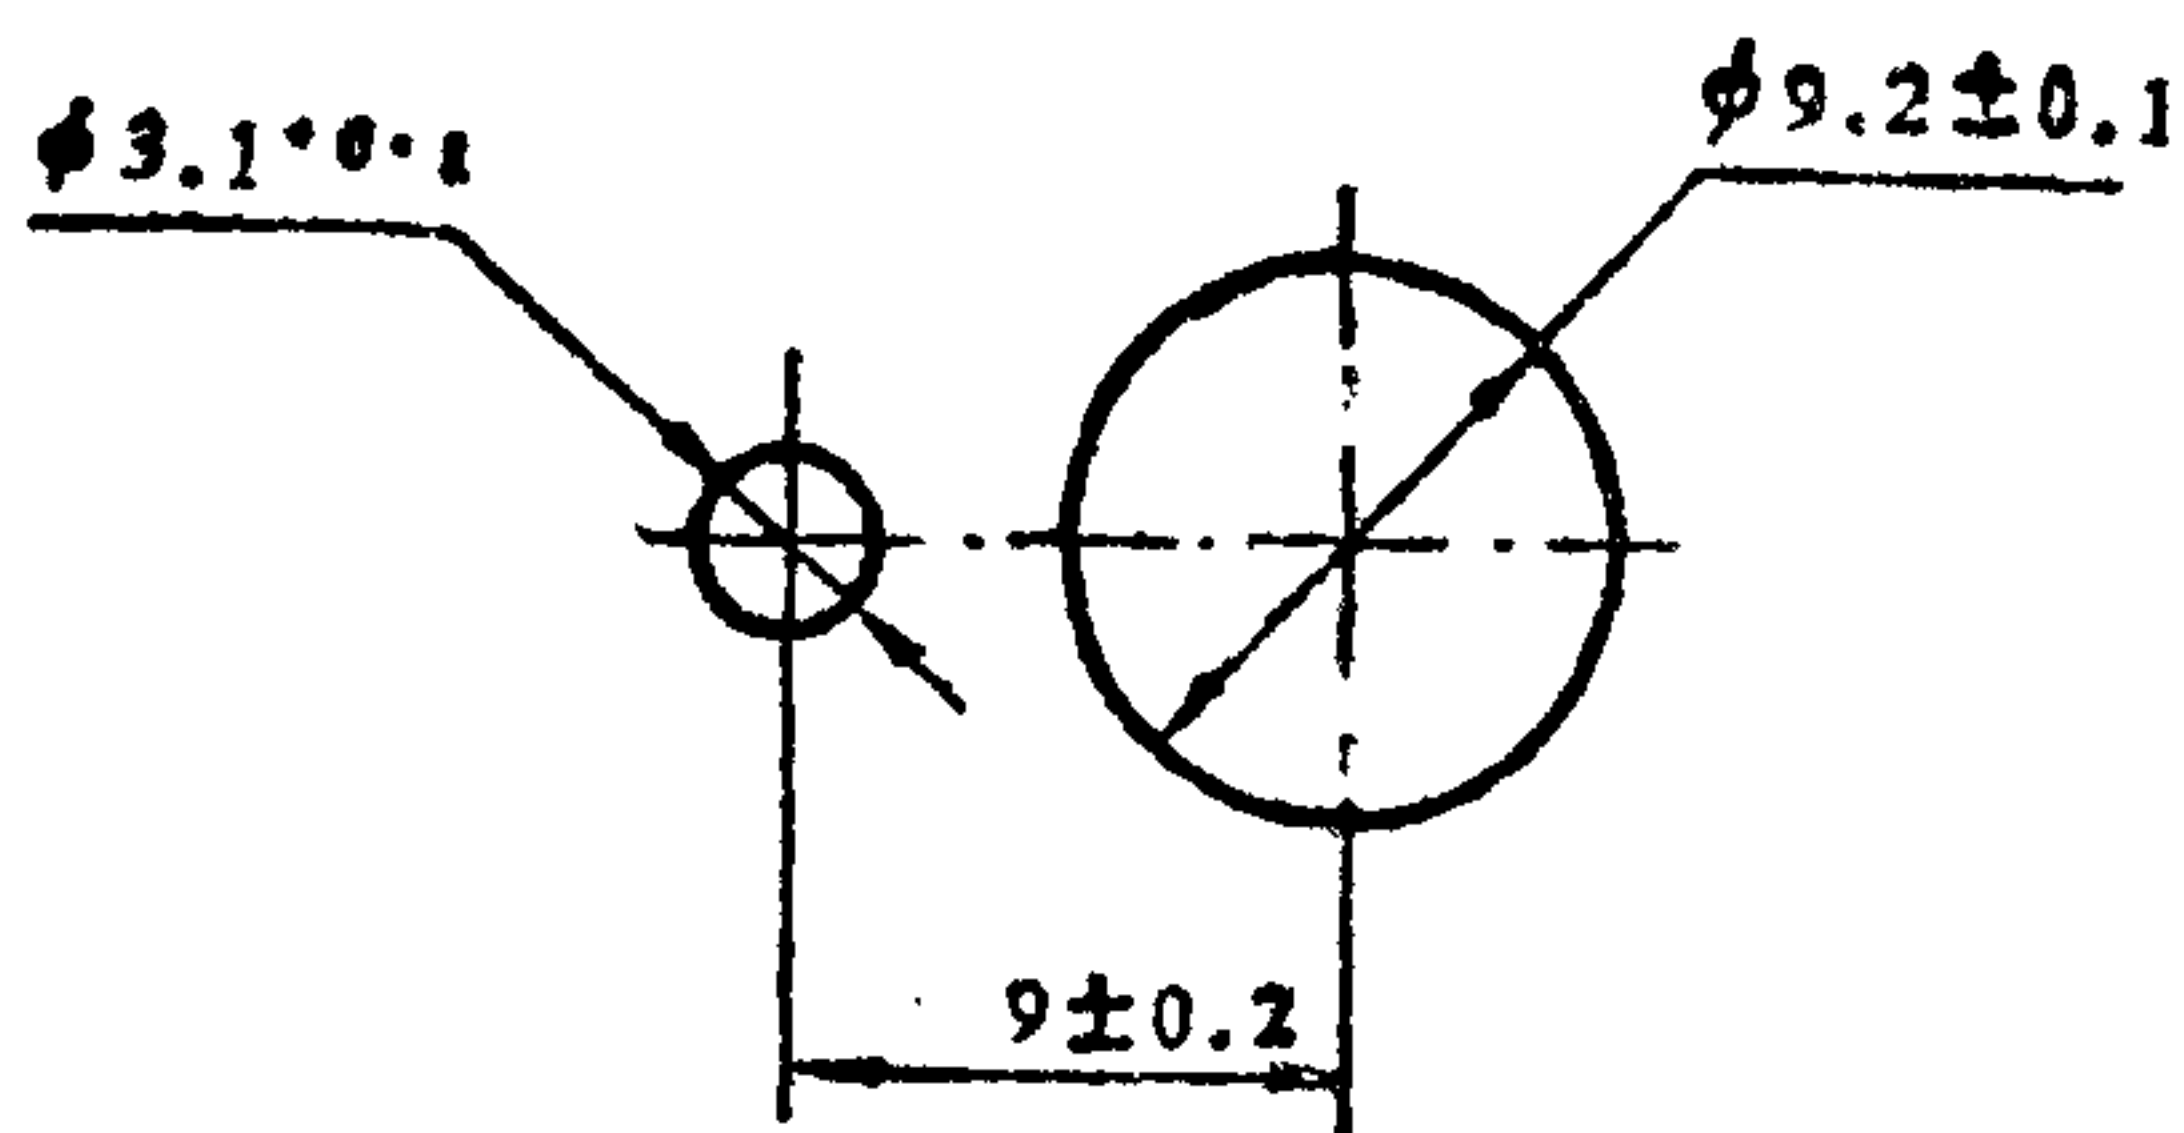

图3 WH159—1B—2型
1.1.2 WH159—1B—2型低功率电位器应用单孔轴套安装法安装在厚度为3mm的钢板上。安装孔尺寸见图3。